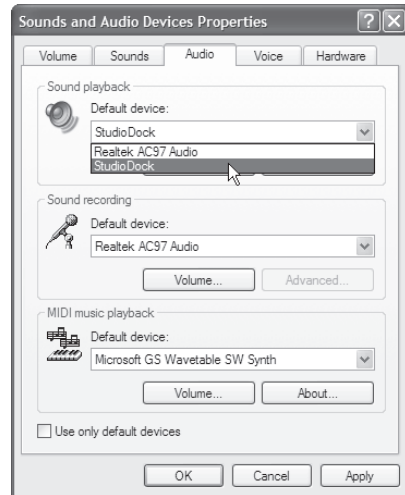

Figura 11
3. Habitualmente querrá que el StudioDock sea su dispositivo por defecto y que el volumen esté al máximo. Ajuste el StudioDock como el dispositivo de reproducción por defecto y las propiedades de dispositivos de sonido y audio del panel de control (Figura 11).